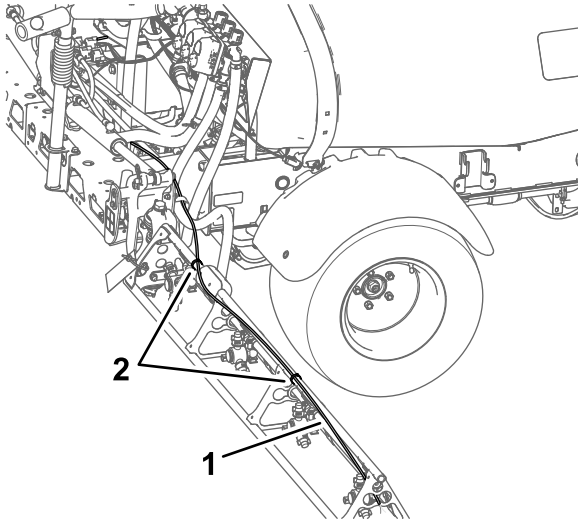

Figura 18
1. Retire las bridas que sujetan los tubos de líquido y aire del kit de marcador de espuma a la sección de fumigación exterior (Figura 18).